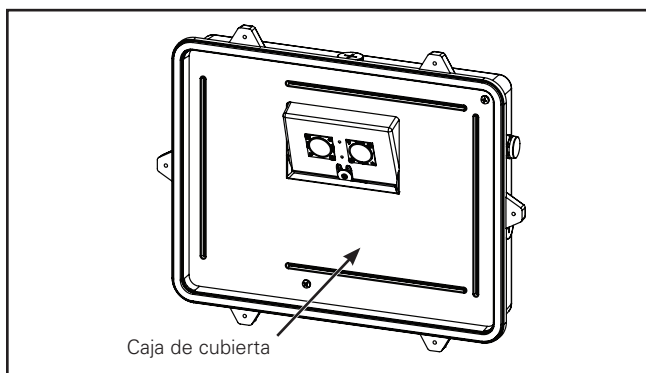

Figura 3.
6. Vuelva a colocar la cubierta interior en la placa posterior asegurándose de que todas las conexiones de los cables estén dentro y que no haya cables apretados. (Figura 3)